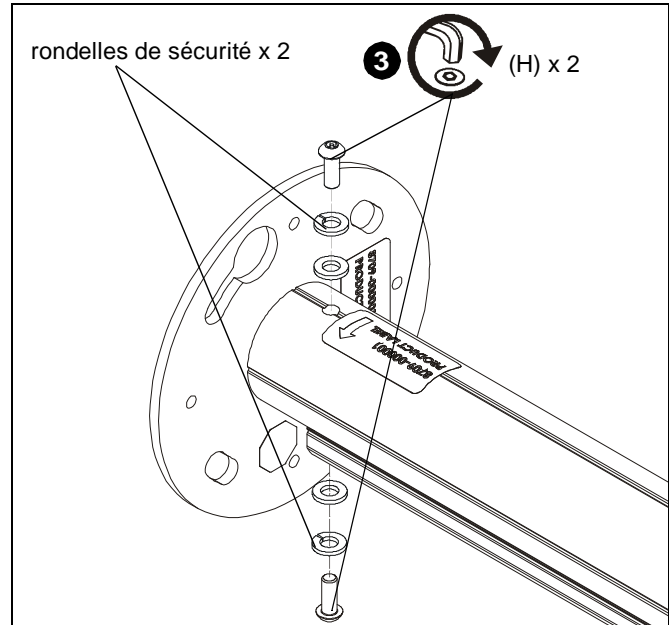

Abb. 3
3. Verwenden Sie zwei M6 x 16-mm (5/8")-Sicherheitsschrauben (H) und die in Schritt 2 entfernten Unterlegscheiben, um die Säule der KITE-Serien-Halterung an der Adapterplatte zu fixieren. (siehe Abb. 3)
**WICHTIG!** Die Unterlegscheiben müssen in der gleichen Reihenfolge wieder eingesetzt werden, wobei die Sicherungsscheiben am nächsten an den Schraubenköpfen liegen. (siehe Abb. 3)